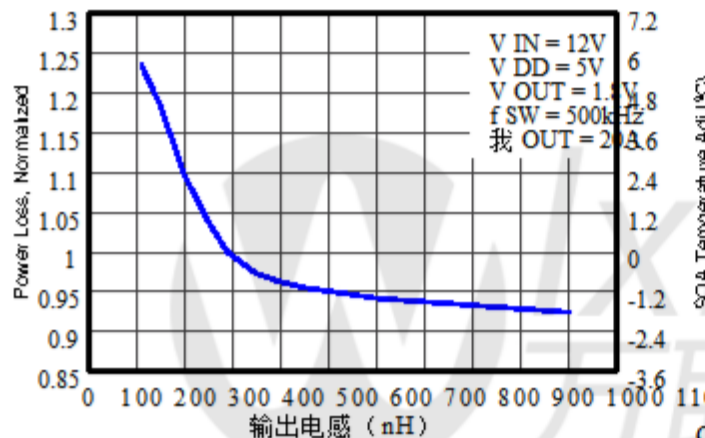

图11. 标准化功耗与输出电感的关系
- 输出电感的归一化功率损耗 ≈ 1.10 （图11）
- 输出电感的SOA调整 $\approx 2.3^\circ C$ （图11）